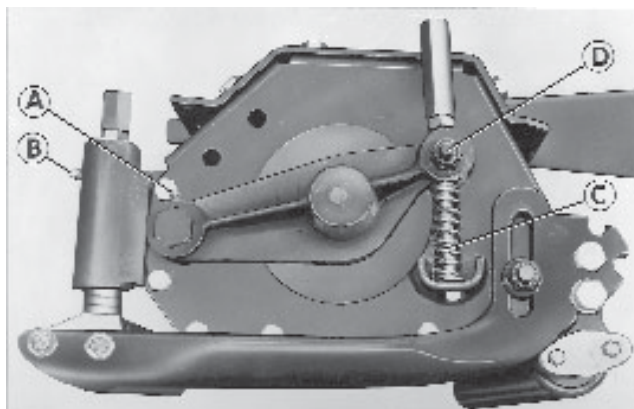

Fig.2
(a) Klippecyklinders lejhusedretapper (A fig. 2).
(b) Højdejusteringsmuffer (B fig. 2).
(a) Klippecyklinders klemmetap (D fig. 2).
(b) Klippecyklinders justeringsskruer (C fig.2).
- (a) Klippcylinderns lagerhuspivåer (A fig. 2).
- (b) Höjdjusteringens hylsor (B fig. 2).
- (a) Klippcylinderns klamppivå (D fig. 2).
- (b) Klippcylinderns justerskruvar (C fig.2).